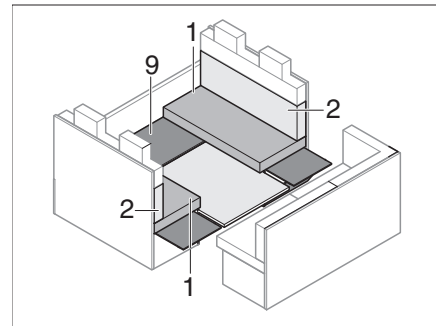

Fig. 202 Pendant la transformation
- Remettre le soubassement (Fig. 202,9) en place.